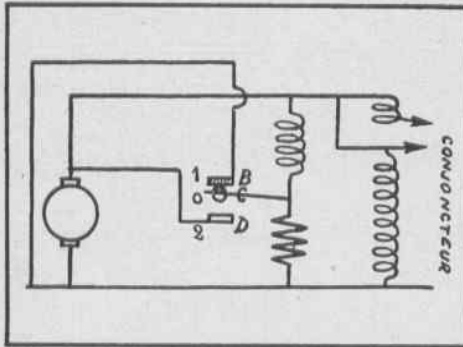

Fig. 20. — La tension est inférieure ou égale à la tension de réglage.
a) La tension est inférieure ou égale à la tension de réglage : C et B sont maintenus en contact par le ressort de la palette et la résistance est court-circuitée (fig. 20).